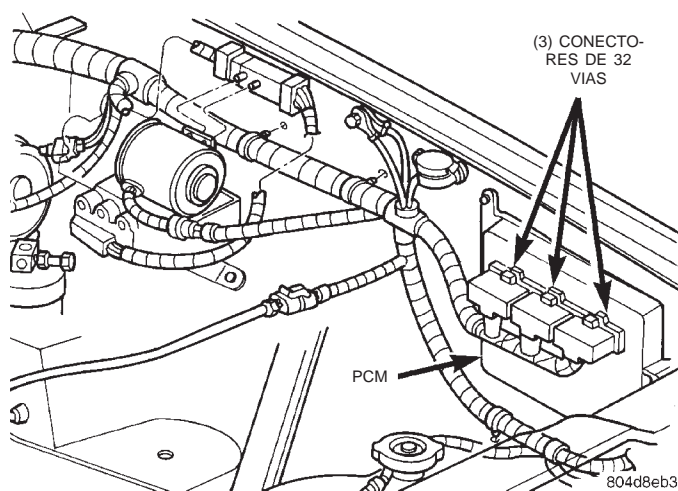

Fig. 17 Módulo de Controle do Trem de Força (PCM)
(1) Verifique se os três conectores elétricos de 32 vias estão totalmente encaixados dentro do conector do módulo de controle do trem de força (PCM) (Fig. 17).